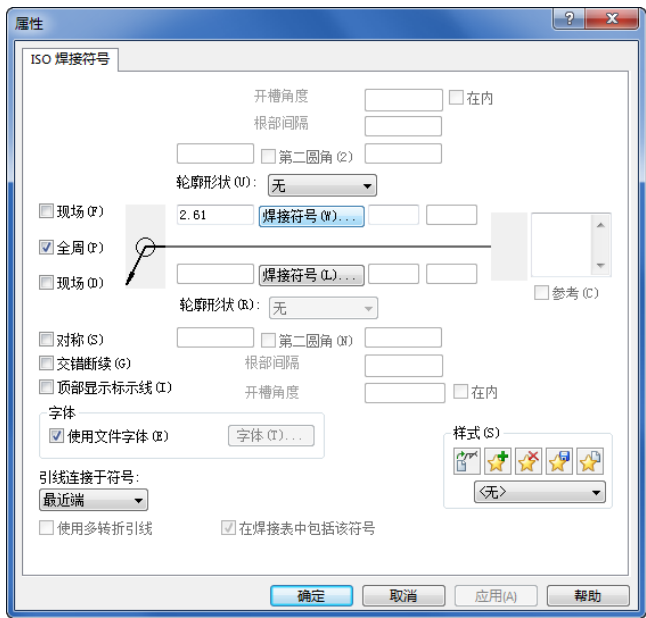

图 14-31 “ISO 焊接符号”对话框
(7) “定义焊接符号”按钮：单击此按钮，弹出图 14-31 所示的“ISO 焊接符号”对话框，在该对话框中定义焊接符号设置。